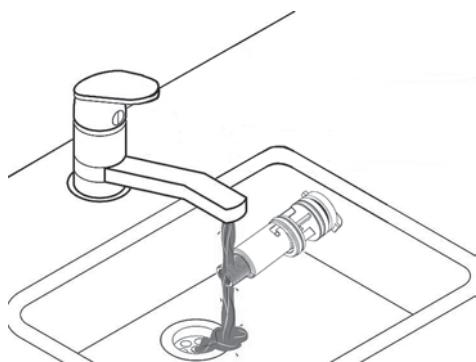

fig. 47
- È così possibile pulire il flussometro (vedi fig. 47 e fig. 48) oppure sostituirne i componenti.